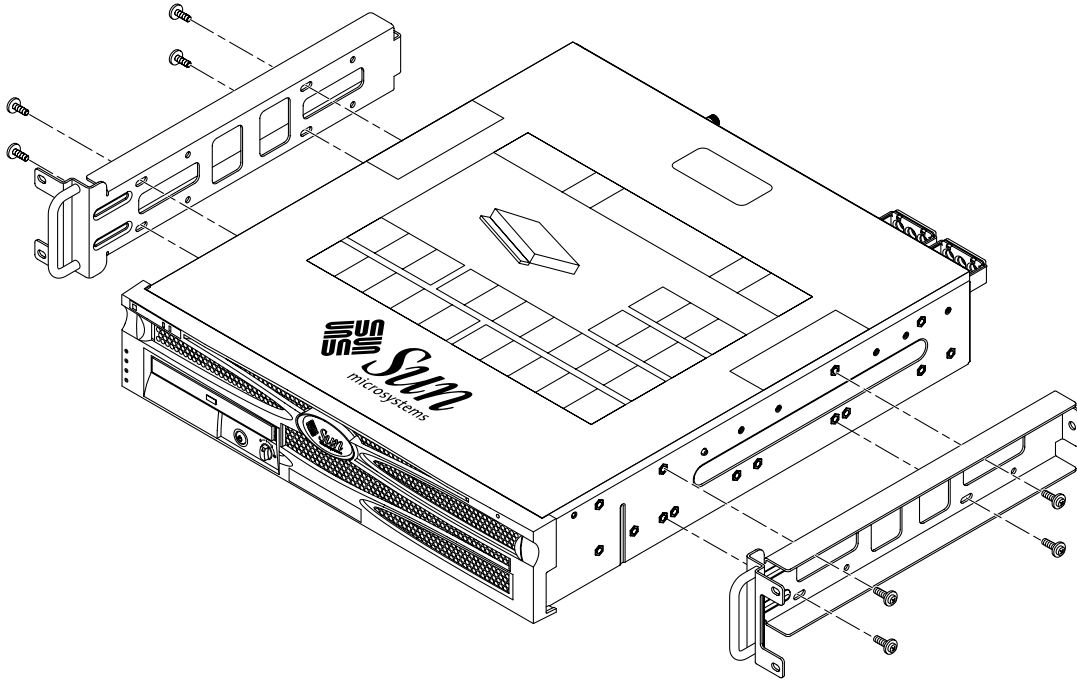

ABBILDUNG 3-19 Befestigen der Seitenschienen am Server
10. Befestigen Sie unter Verwendung von acht der M5 × 10-Kombi-Schrauben (vier für jede Seitenschiene) die Seitenschienen seitlich am Server (ABBILDUNG 3-19).